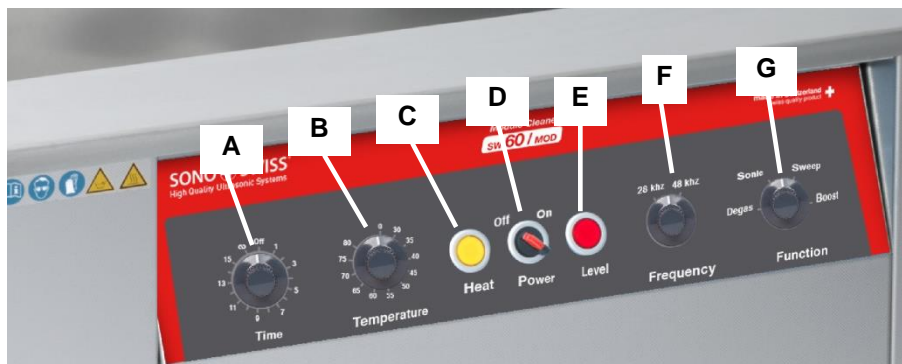

Fig. 4.13.1 Pannello di comando dell'apparecchio ad ultrasuoni
Se viene superato il livello minimo della vasca, si accende il LED rosso *level* (*fig. 4.13.1*) nel pannello di controllo e l'apparecchio si spegne automaticamente.
1. Attivare il tasto *on/off* (fig. 4.13.1), si illumina il LED blu nel tastierino
2. Attivare il tasto *heat* (fig. 4.13.1), si illumina il LED giallo nel tastierino
3. Impostare la temperatura di pulizia desiderata ruotando l'apposito regolatore (fig. 4.13.1). Si avvia il riscaldamento, il LED giallo si spegne, viene raggiunta la temperatura di pulizia desiderata.